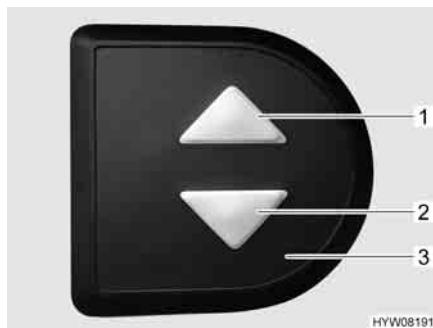

Fig. 97 Elemento di regolazione
- Sull'elemento di regolazione (Fig. 97,3) premere contemporaneamente i due tasti freccia (Fig. 97,1 e 2) e tenerli premuti fino a quando il letto basculante non si è spostato completamente verso il basso. Una volta rilasciati i tasti viene emesso un segnale acustico di conferma.
- Sull'elemento di regolazione (Fig. 97,3) premere il tasto freccia inferiore (Fig. 97,2) e tenerlo premuto fino a quando il letto basculante non ha raggiunto la posizione finale in basso.
- Sull'elemento di regolazione (Fig. 97,3) premere il tasto freccia superiore (Fig. 97,1) e tenerlo premuto fino a quando il letto basculante non ha raggiunto la posizione finale in alto.
- Portare leggermente il letto basculante con i tasti freccia (Fig. 97,1 o 2) nella direzione opposta.